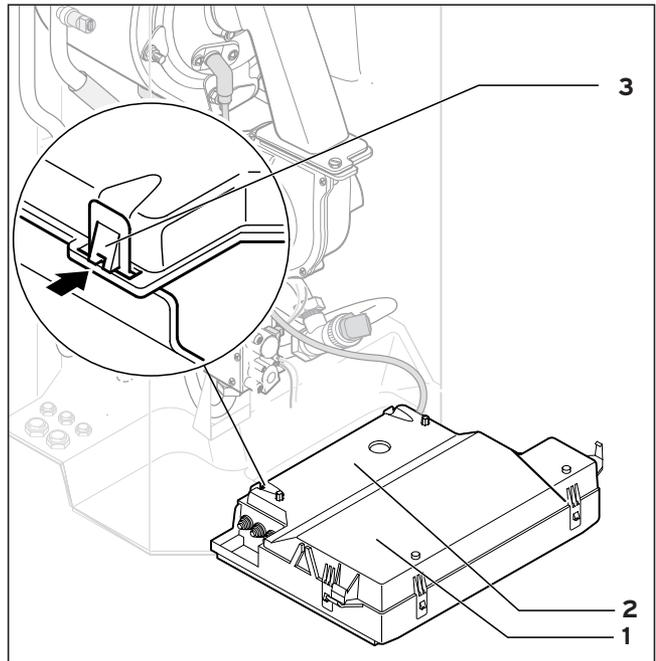

Abb. 4.6 Schaltkastenrückwand öffnen
- Nehmen Sie die Frontverkleidung des Gerätes ab und klappen Sie die Elektronikbox (1) nach vorn.
- Clipsen Sie den hinteren Deckel (2) der Elektronikbox an den Stellen (3) aus und klappen Sie den Deckel hoch (s. Abb. 4.6).
- Clipsen Sie den hinteren Deckel (2) des Schaltkastens (1) an den Stellen (3) aus und klappen Sie den Deckel hoch (s. Abb. 4.6).